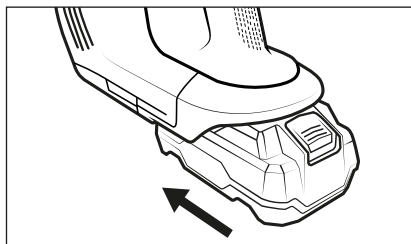

Fig. 3
- 3) Împingeți acumulatorul **2** în aparat, până când se aude un clic sonor și se fixează în aparat (a se vedea fig. 3).